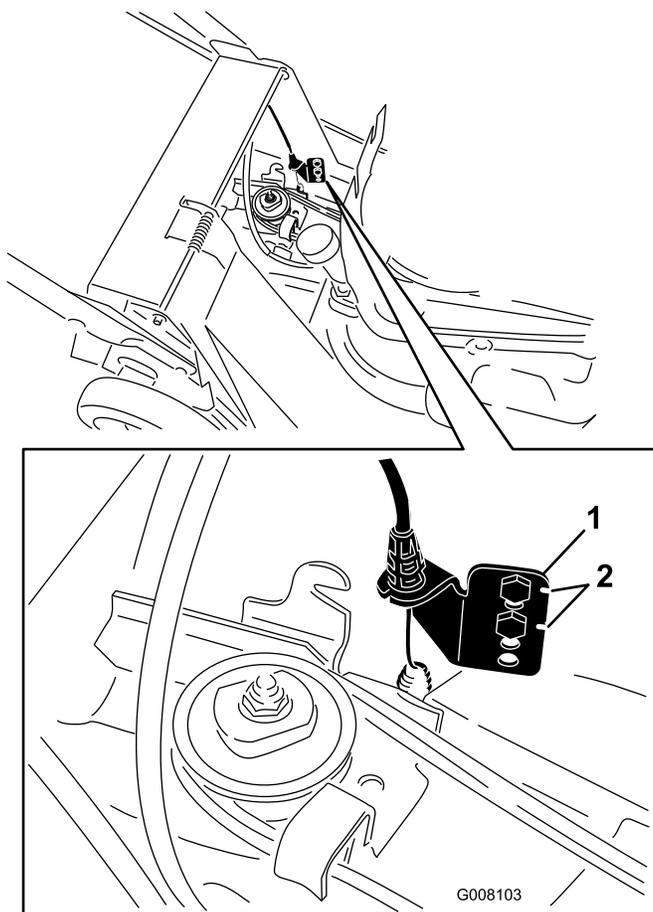

Bild 30
7. Nehmen Sie die Schrauben von der unteren Ankerhalterung ab (Bild 30).
8. Versetzen Sie die untere Ankerhalterung um ein Loch nach oben (Bild 30).
Hinweis: Wenn Sie einen neuen Riemen einbauen, schieben Sie die untere Ankerhalterung in die Originalwerksstellung, die durch die Kerben neben den Löchern in der Halterung angegeben wird (Bild 30).
Hinweis: Die untere Riemenabdeckung wurde aus Übersichtsgründen in Bild 30 entfernt. Für diesen Schritt muss die untere Riemenabdeckung nicht entfernt werden.